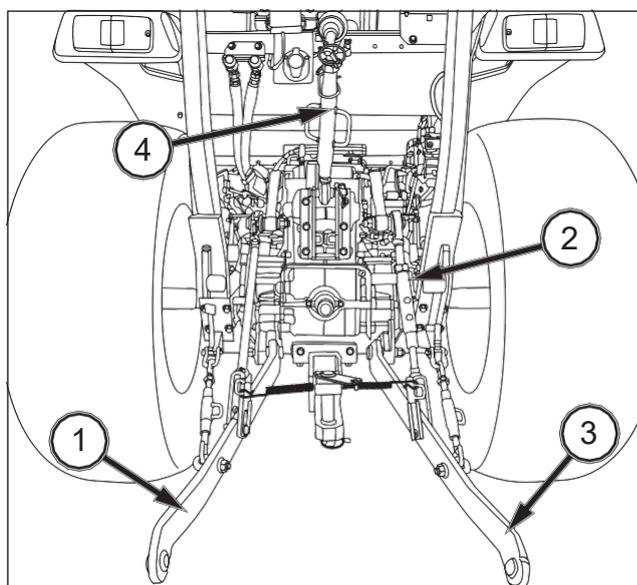

FIG. 66
FIG. 66: Deslice el extremo esférico del brazo inferior izquierdo (1) en el pasador del equipo y fije con una clavija. Ajuste la altura del brazo inferior derecho con el tensor (2). Enganche y fije el brazo inferior derecho (3) en el equipo con una clavija. Enganche el brazo superior (4) en la parte superior del chasis de enganche del equipo mediante el pasador que se suministra con el tractor. Haga girar el manguito central del brazo superior para alargarlo o acortarlo y ajuste el nivel del equipo de delante a atrás. Una vez enganchado el equipo, puede ajustar su altura de funcionamiento con los tensores de las varillas de elevación y los brazos superiores. Compruebe que todos los ajustes están bien apretados o fijados.